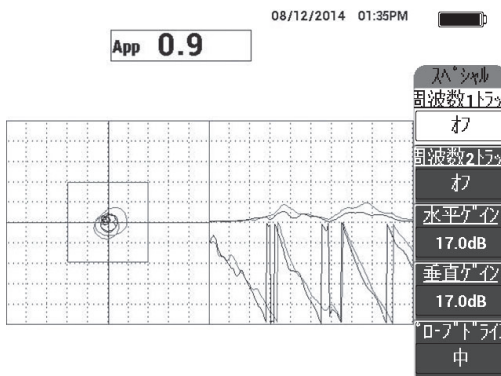

図 6-58 バックグラウンド基準信号
3. プローブを標準試験片の問題のない部分に配置し、波参照 保存キー (REF) を押し続けて、バックグラウンド基準信号を保存します (175 ページの図 6-58 参照)。